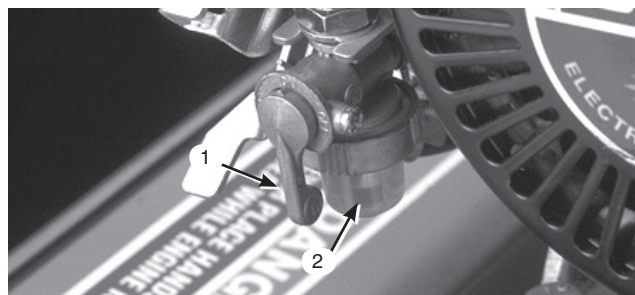

図33
1. 燃料バルブを閉じて、フィルタのボディーからボウルを外す (図33)。